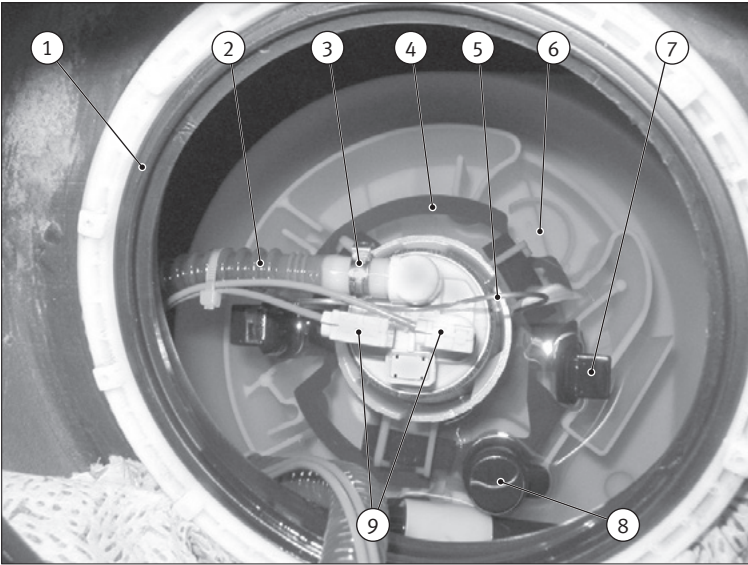
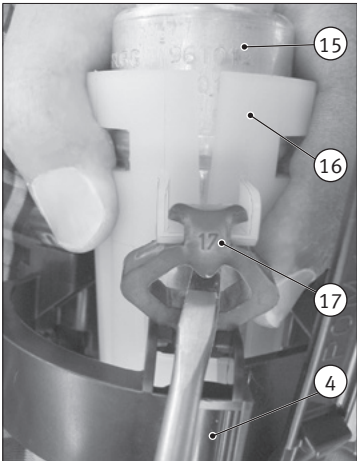

Abb. 1/Fig. 1/Puc. 1/图1
Abb. 3/Fig. 3/Puc. 3/图3
- 法兰盖 (10) 组合两个相互啮合的密封环 (1) (11) 一并装入油箱内。
- 底部托架 (12) 连接法兰盖与防溅板。锁定件 (13) 位于防溅板底部的凹处 (6) 内。底部托架上安装有液位传感器 (14)。
- 小心地向上拉出法兰盖 (10)。
- 燃油泵 (15) 位于支架 (“套管”) (16) 内。此套管通过一个止动环 (4) 固定在防溅板内。
- 将止动环的两个夹子 (7) 同时压向中间并将止动环向上抽出。
- 止动环中装有一个过压安全阀 (8) ，其利用 O 型环牢固地位于防溅板内。妥善保存密封环。
- 拔下电气接头 (9)。
- 打开软管卡箍 (3) 并拔下软管 (2)。
- 将 3 个橡胶缓冲块 (17) 的上部件从套管中撬起。为此，由后方向上按压三角凸起（参见图 3）。
- 从止动环 (4) 中向上抽出泵 (15) 与套管 (16)。
- 拆卸固定架 (5)。
- 我们提供工具 4.00063.00.0，以便进一步简化燃油泵拆卸/安装。此时，工具 (18) 扩开套管 (16) 的支架，从而能够从套管中轻松抽离旧泵 (15)。
- 将新泵插入套管时，抽吸接头 (20) 需嵌入套管底部中的相应开口 (19)。
- 如果套管凹部中的周围凸缘清晰可见，则泵的插入深度已足够。如泵无法继续压入，则套管与泵彼此错位且抽吸接头 (20) 未置入开口 (19) 内。
- 用固定架 (5) 将泵固定在套管上。
- 将新泵 (15) 与套管 (16) 一同推入止动环 (4)。
- 将 3 个橡胶缓冲块 (17) 重新压入套管上的定位件内。
- 将软管 (2) 插到软管接口上并用一个软管卡箍 (3) 固定。
- 插上电气接头 (9)。电气接头均具有反向极性保护。
- 将完整装配的止动环装入防溅板。止动环的夹子 (7) 必须牢固卡入。
- 请确保，过压安全阀 (8) 上装有密封环且未损坏。压力管接头朝向左側（沿行车方向，参见图 1）。
- 将密封环 (11) 配合装入油箱开口的密封环 (1)。
- 将法兰盖 (10) 插入油箱开口，直至底部托架的锁止件 (13) 置入防溅板内的圆形凹部 (6)。
- 浮子 (14) 朝向右侧（沿行车方向）且定位在防溅板外部。确保浮子臂可轻松移动。